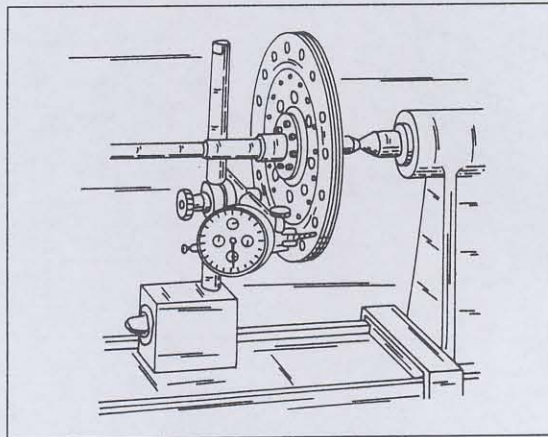

Bild 214
- Um Mitnehmerscheiben auf Schlag zu kontrollieren, spannt man sie auf einem passenden Dorn oder einer Kupplungswelle zwischen die Spitzen einer Drehbank und setzt eine Messuhr mit einem geeigneten Halter neben der Scheibe auf, so dass der Messfinger gegen den Rand der Scheibe anliegt. Die Scheibe langsam durchdrehen und die Anzeige der Messuhr ablesen (Bild 214). Falls die Anzeige grösser als 0,5 mm ist, kann man die Scheibe, falls erwünscht, vorsichtig mit einer Zange richten. Andernfalls die Scheibe erneuern.